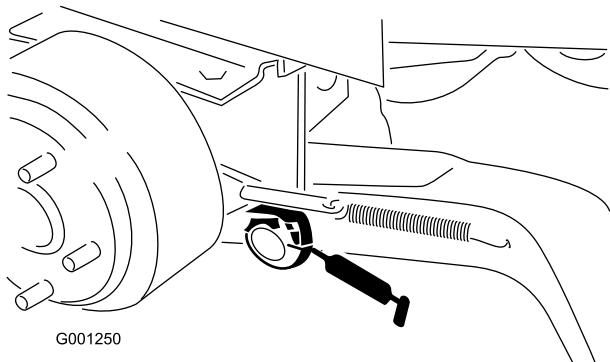

Figura 38
- Casquilhos da articulação do braço de elevação (Figura 38)